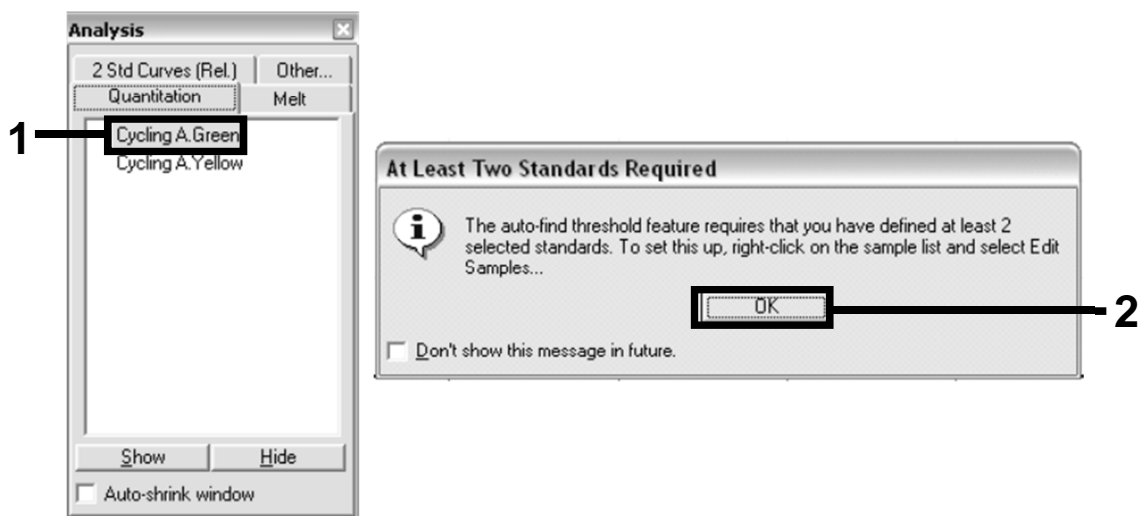

Ilustración 9. Cuantificación: “Cycling A. Green” (Ciclado A. Verde).
18. En el cuadro de diálogo “Analysis” (Análisis) (ilustración 9), haga doble clic en “Cycling A. Green” (Ciclado A. Verde) y, a continuación, en “OK” (Aceptar). Repita el procedimiento para “Cycling A. Yellow” (Ciclado A. Amarillo).